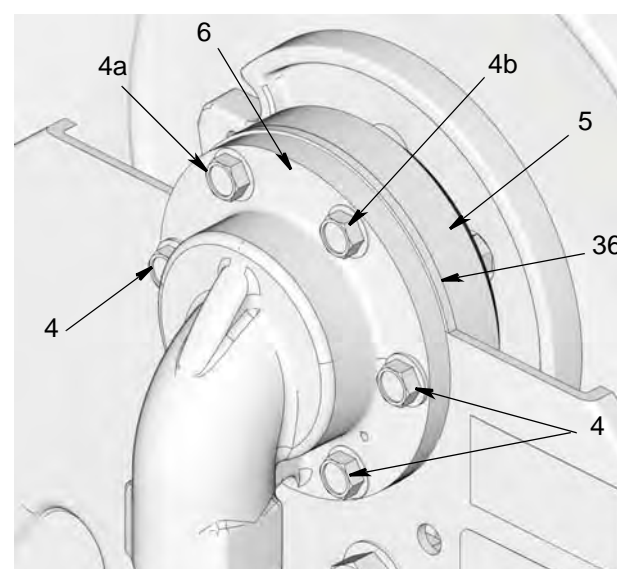

Рис. 24
9. Сначала вставьте 2 верхних болта 4a и 4b (см. Рис. 24) через раму и впускной патрубок (6). Затяните болты с усилием, достаточным для удержания всех деталей на месте.
10. Затем вставьте остальные болты (4). Затяните вручную с усилием 33,9–47,45 Н•м (25–35 футофунтов).